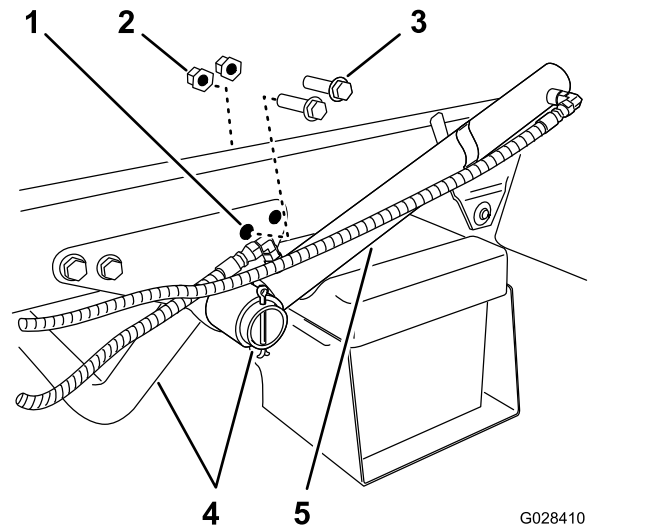

Bild 6
mit denen die Stützhalterung für das Motorrohr am Rahmen der Maschine befestigt ist (**Bild 6**).
- Drehen Sie den Hubzylinder, um einen Abstand für das Montieren der Befestigungshalterung am Behältergestell zu schaffen (**Bild 6**).